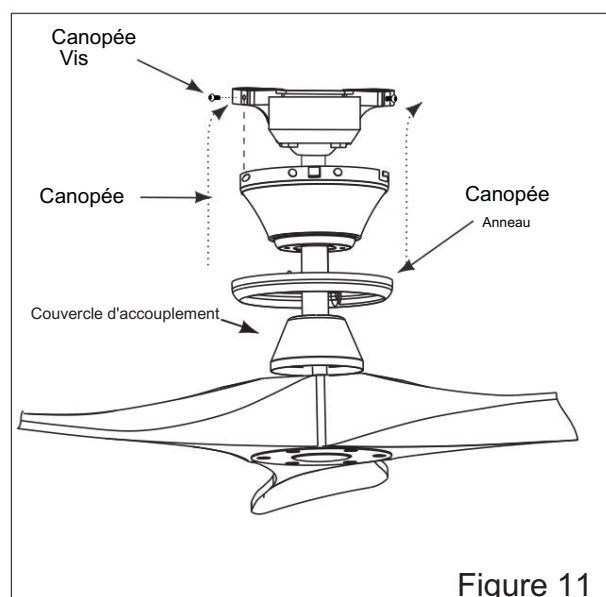

Figure 11
24. Installez l'anneau de la canopée en le poussant jusqu'à la canopée. (Figure 11)